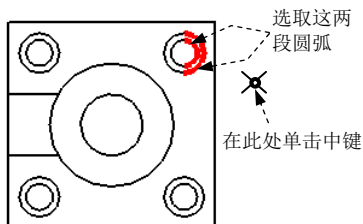
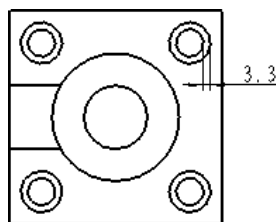

图 5.2.42 选取圆弧
图 5.2.43 尺寸显示
- 如果按住 Ctrl 键, 在绘图区选取图 5.2.42 所示的两圆弧后, 右击, 从弹出的快捷菜单中选择 **同心** 命令, 然后在图 5.2.42 所示的位置单击中键, 则尺寸显示结果如图 5.2.43 所示。